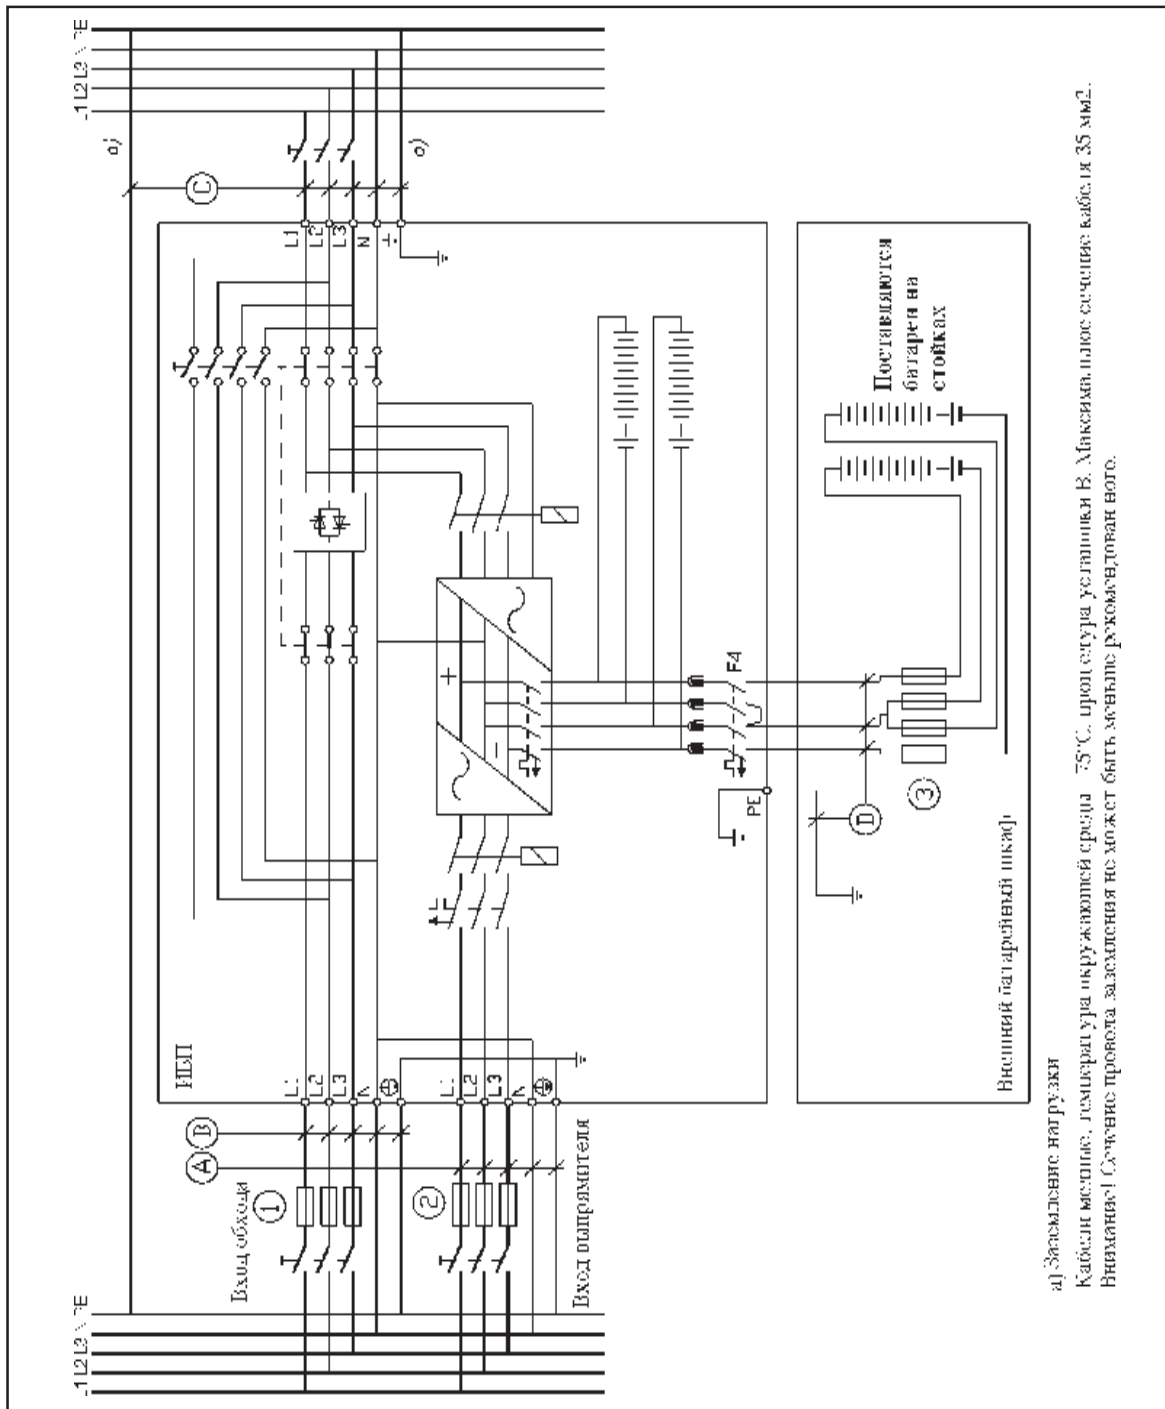

Рисунок 9. Пяти-проводная установка ИБП 20-30 кВА с двухкабельным входом.
1. Проверьте, что электропроводка на месте подключения ИБП выполнена в соответствии с общими требованиями. Также проверьте соответствие плавких предохранителей или автоматических выключателей, а также сечения кабелей значениям, указанным на рис. 9 для систем 20-30 кВА или на рис. 10 для систем 40-80 кВА.